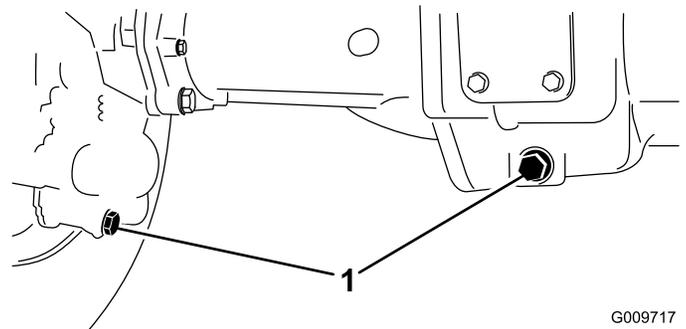

Figure 72
2. Nettoyez la surface autour des 3 bouchons de vidange, 1 à chaque extrémité et 1 au centre (Figure 72).